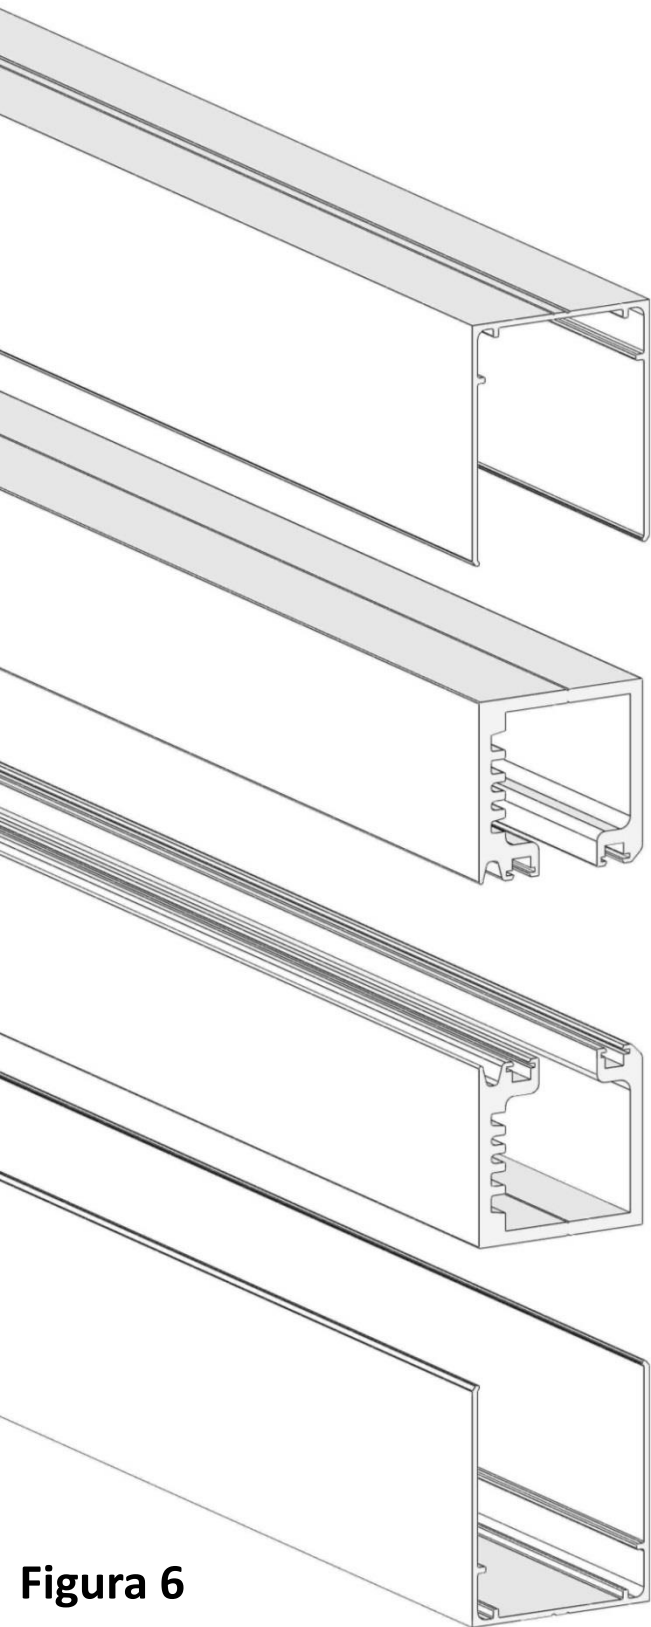
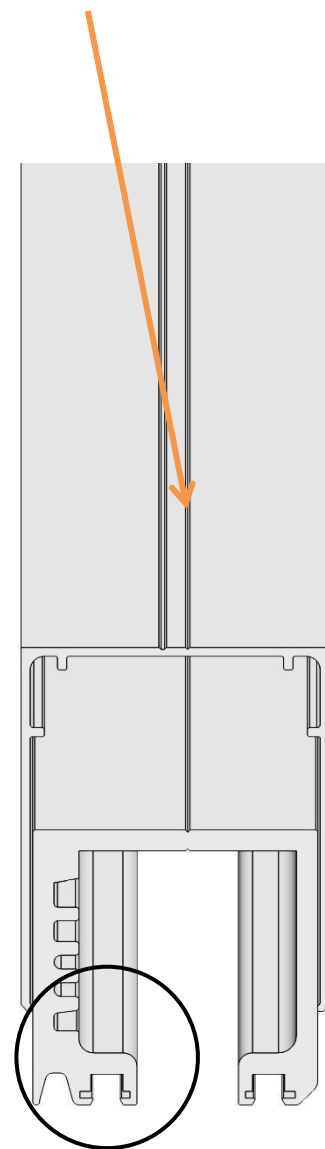

Figura 6
Figura 7
- Identificar la posición de las barras y tener en cuenta si la instalación tiene compensador inferior y/o superior (figura 6). Siempre se deben mirar las barras desde el interior (el lado de la ranura de desagüe) (figura 7).